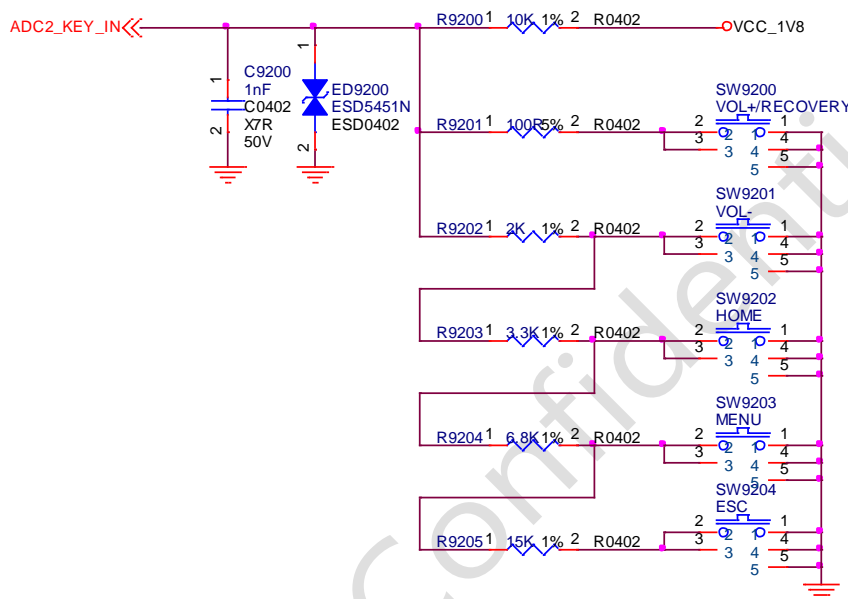

图 3-5 EVB按键组合原理图
2. ADC供电电压由VCC_1V8提供，可根据图3-5的电阻参数，计算对应的按键键值。